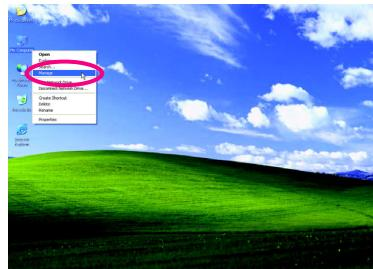
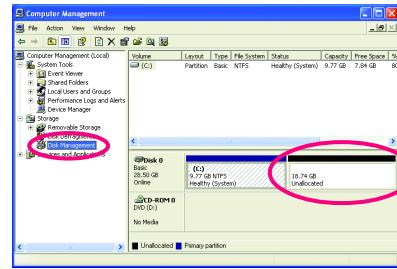

図 4
図 5
4. オペレーティングシステムのインストール後、デスクトップのマイコンピュータアイコンを右クリックし、**管理**を選択します（図 4）。**コンピュータ管理**に移動して、ディスクの割り当てをチェックします。Xpress Recovery2 はバックアップファイルを割り当てられていないスペースに保存します（上の黒いストライプ）（図 5）。割り当てられていないスペースが不十分だと、Xpress Recovery2 はバックアップファイルを保存できません。